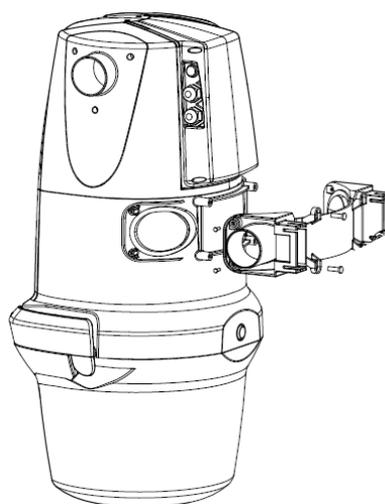

Figura 2
3. Rimontare l'aggancio/ingresso reversibile nella nuova posizione. (Figura 2)